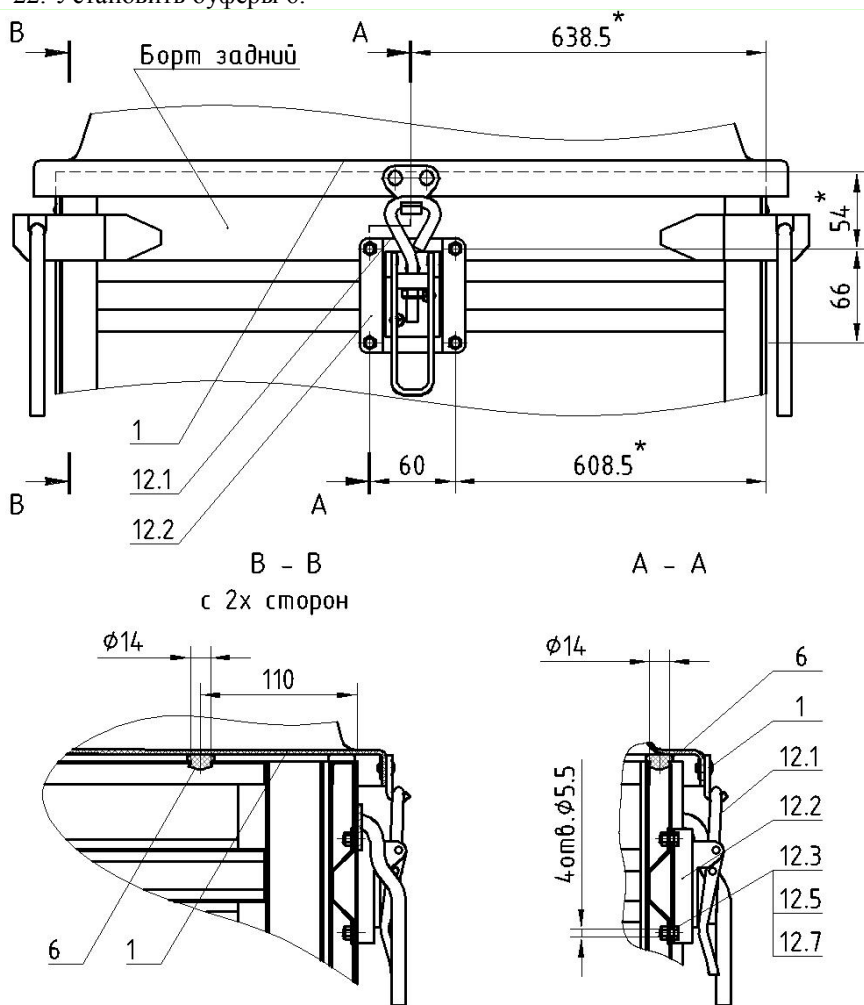

Рисунок 4.
17. Просверлить отверстия $\varnothing 5.5\text{мм}$ под замок 12, используя подставку замка 12.2 как шаблон, на расстоянии 608.5мм от задней стойки и 54мм от верхнего края борта (рис. 4).
20. Просверлить отверстия $\varnothing 14\text{мм}$ по центру верхней полки заднего борта на расстоянии 638.5мм от задней правой стойки прицепа, как показано на рис.4.
21. Просверлить отверстия $\varnothing 14\text{мм}$ по центру верхней полки левого и правого бортов прицепа, как показано на рис.4 (сечения В-В) на расстоянии 110мм от заднего борта прицепа.